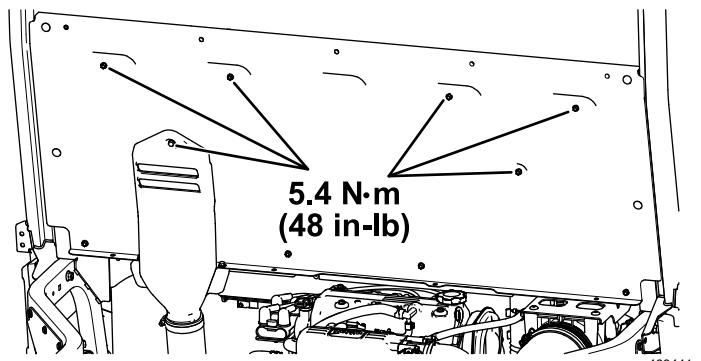

Bild 68
- H. Ziehen Sie die 11 Sechskant-Scheibenkopfschrauben ($\frac{1}{4}$ " x $\frac{3}{4}$ ") und die unverlierbare Schraube an der CVT-Ansaughaube auf ein Drehmoment von 5,4 N·m fest, wie in Bild 68 dargestellt.